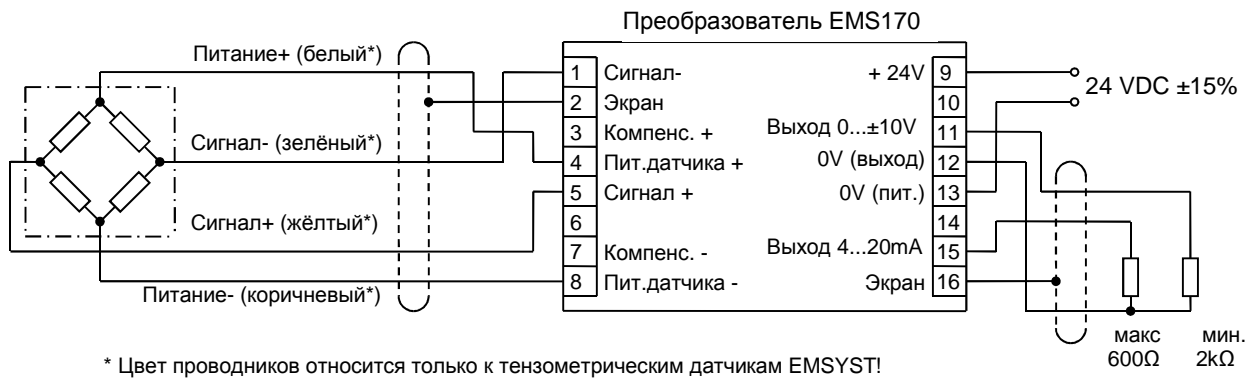
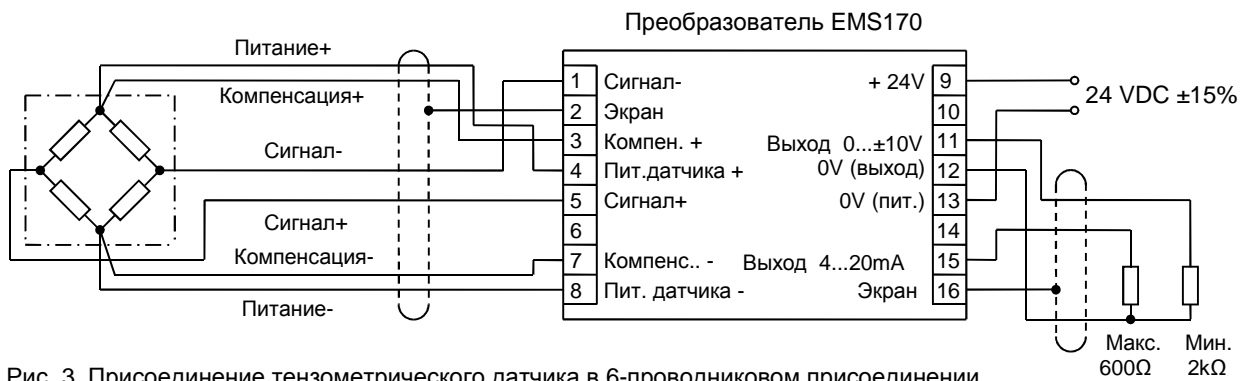

Рис. 2. Присоединение тензометрического датчика в 4-проводниковом присоединении
Рис. 3. Присоединение тензометрического датчика в 6-проводниковом присоединении
Преобразователь позволяет присоединить тензометрические датчики 4- проводниковым или 6- проводниковым соединительным кабелем. Преимущество 6- проводникового присоединения в том, что при таком присоединении компенсируется (подавляется) сопротивление в питательных проводниках. Это значит, что этот способ измерения точнее, чем при 4-х проводниковом присоединении. Однако, практическое значение это имеет только для точного измерения, например, в метрологии или там, где применён очень длинный кабель между датчиками и преобразователем (более, чем 15м). Присоединение датчика 4- проводниковым кабелем изображено на рис.2, с 6- проводниковым кабелем – на рис. 3.
2. **Присоединение преобразователя:** преобразователь присоединим по рис. 2, вместо нагрузки присоединим контрольный вольтметр.